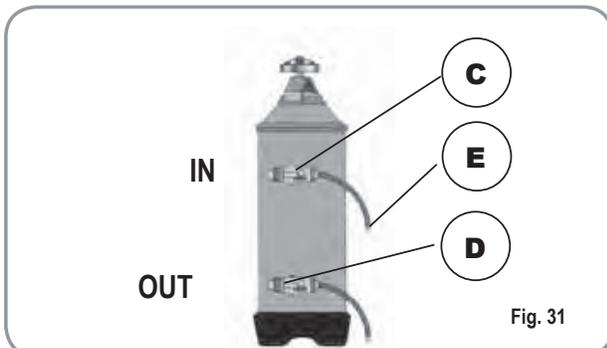
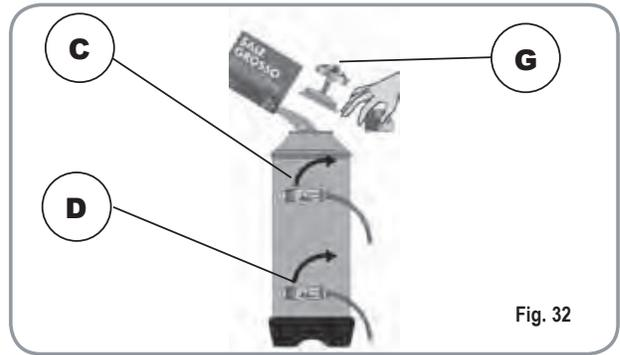

Fig. 31
Fig. 32
1) 1) Turn the machine off and place a container large enough to contain at least 5 litres under tube E (Fig. 31).
Turn levers C and D from left to right; take the cap off by unscrewing knob and fill with 1 Kg normal kitchen salt (Fig. 32).
1) Eteindre la machine et placer un récipient d'une capacité d'au moins 5 litres sous le tube E (Fig. 31). Tourner les leviers C et D de gauche à droite; retirer le bouchon en dévissant la poignée G et introduire 1 Kg de gros sel de cuisine (Fig. 32).